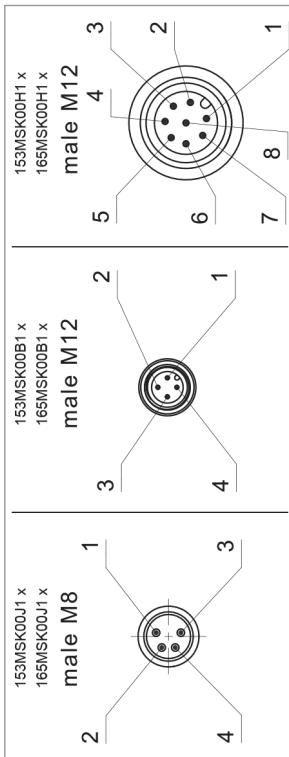

Abbildung 1: Stecker (Ansicht auf Steckseite)
- Alle Sicherheitssensorkontakte sind in unbetätigtem Zustand dargestellt (Schutztür offen). Für Sicherheitssensoren mit Anschlussleitung mit Stecker ist die Pinbelegung angegeben (siehe Abbildung 1: Stecker, Seite 11).